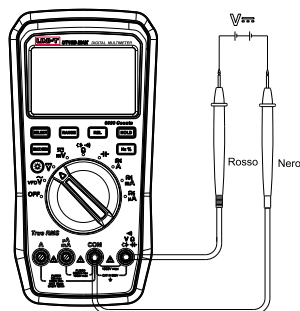

Figura 4
2. Misura della tensione CC (Figura 4)